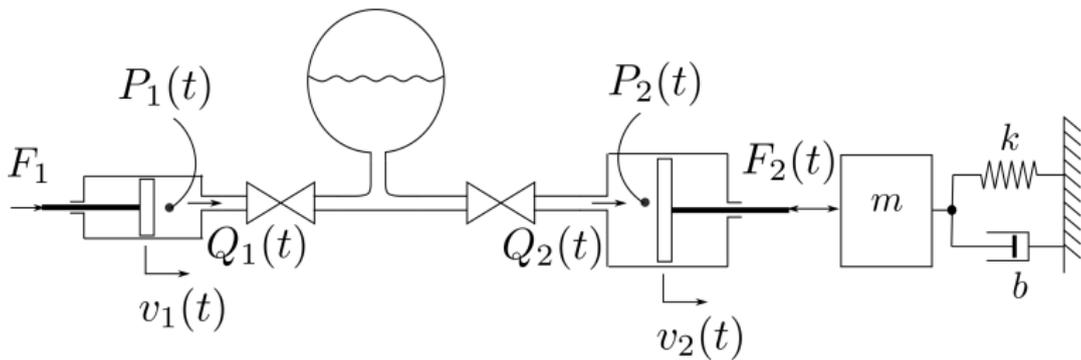

Figura 4.21: Sistema Hidráulico-Mecánico
- Una implicancia de esto en el modelo de la Figura 4.21 es que la posición de ambos pistones y el volumen de líquido en el acumulador hidráulico están vinculados,